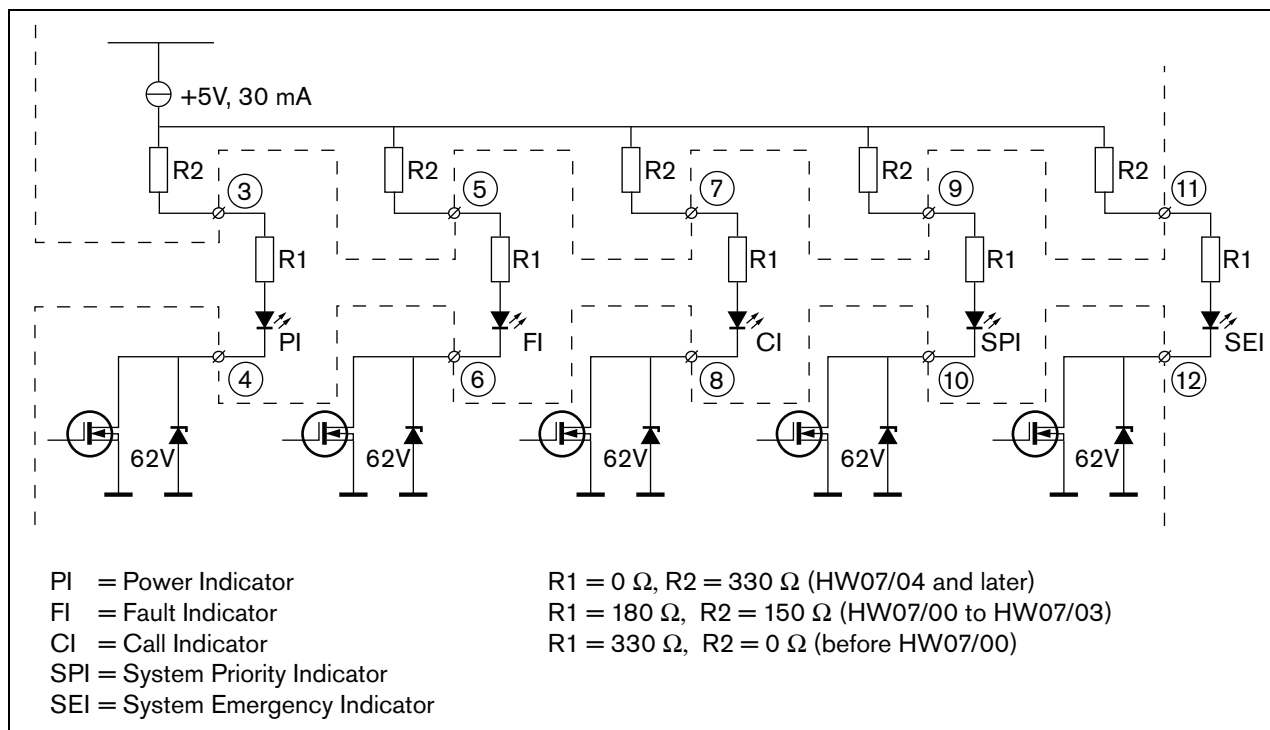

Abb. 18.9: Intern versorgte LED
- Intern mit Strom versorgte Lampe oder LED. Siehe Abb. 18.9 für ein Anschlussschaltbild.
- Lampe mit externer Stromversorgung oder LED. Siehe Abb. 18.9 für ein Anschlussschaltbild.
Der Wert des Widerstands R in Abb. 18.9 hängt von der Spannung der externen Quelle, der Durchlassspannung der LED und dem Strom ab, der durch die LED fließt: